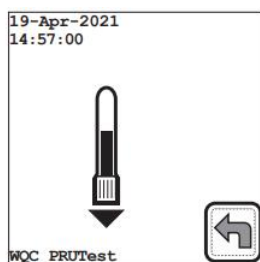

Рисунок 38: Вставка пробирки WQC
12. Дождитесь, когда на экране появится изображение пробирки, затем вставьте пробирку с контролем WQC в камеру тест-устройства резиновой пробкой вниз, так, чтобы игла полностью прокалывала пробку (Рисунок 38 (стр. 36)). Прибор издаст два звуковых сигнала, когда пробирка будет полностью вставлена.